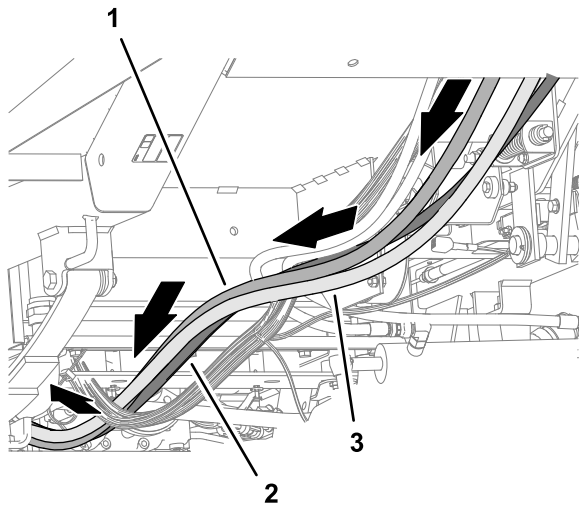

Figure 124
7. Acheminez les 2 flexibles de pompe hydraulique et le flexible de retour du réservoir vers l'arrière, le long du tube du cadre droit de la machine (Figure 124).